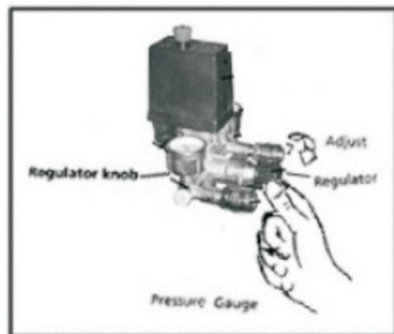

Figure 5:
**POKRĘTŁO REGULATORA** (rysunek 5)